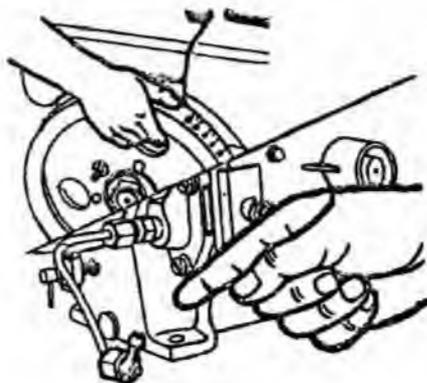

рис. 11
**б.)** Открутите три болта, фиксирующие выпрыскивающий насос, и снимите насос. После этого отрегулируйте впрыск топлива, увеличив количество регулировочных шайб. Обычно, добавление или снятие одной регулировочной шайбы толщиной 0,1 мм приводит к опережению или задержке впрыска на  $1^\circ$  (Рис. 11).